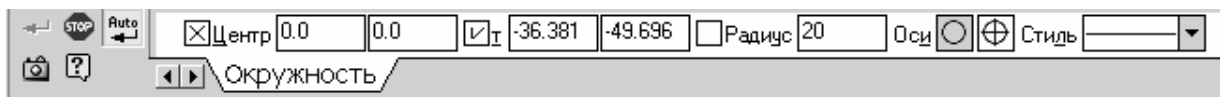

Рис. 25. Свойства окружности
3.7. Начертите круг (нажав кнопку на панели инструментов «Ввод окружности» ) радиусом 20 с центром в точке начала координат (рис. 25).